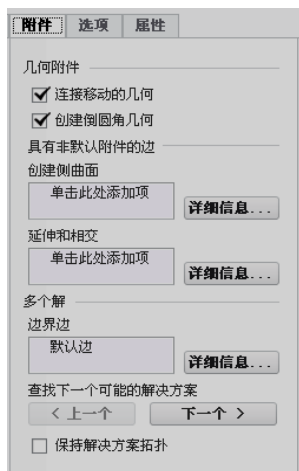
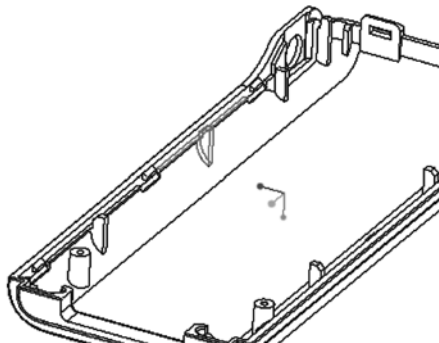

图 9-68 “附件”面板
图 9-69 移动形状曲面的结果
- 5 此时，如果在“移动”选项卡中打开“附件”面板，则可以看到“连接移动的几何”复选框和“创建倒圆角”复选框处于被选中的状态，如图 9-68 所示。然后单击“完成”按钮，移动选定形状曲面的结果如图 9-69 所示（设置不保留原件）。